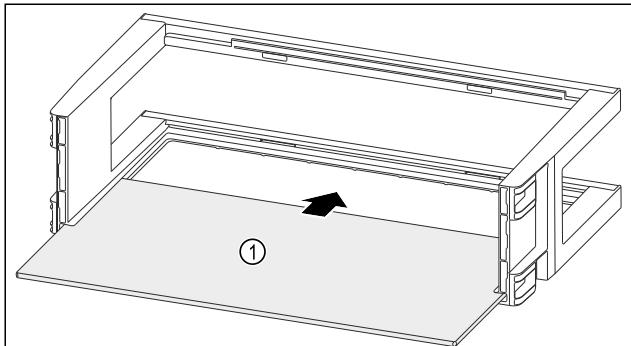

Fig. 123
- ▶ Пусніть полицю Fig. 123 (1) у бічні пази.